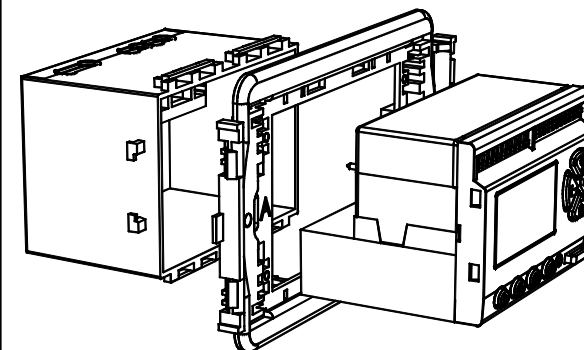

Fig. 2: Schema di montaggio.
- Estrarre il corpo del cronotermostato tirando l'apposito tiretto, vedi Fig. 2.